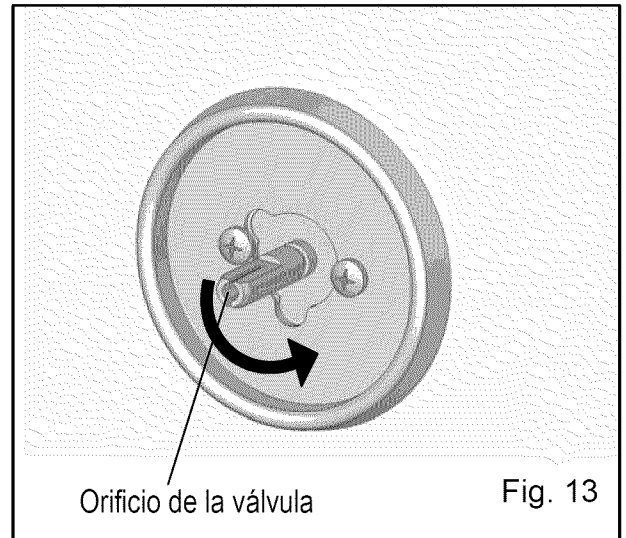

Fig. 13
1. Jale todas las perillas para retirarlas de los vástagos de las válvulas. Ajuste el tornillo del orificio de la válvula con el destornillador de cabeza plana (C). Tornillos de dos vueltas completas (720 °) hacia la izquierda.(Fig. 13)